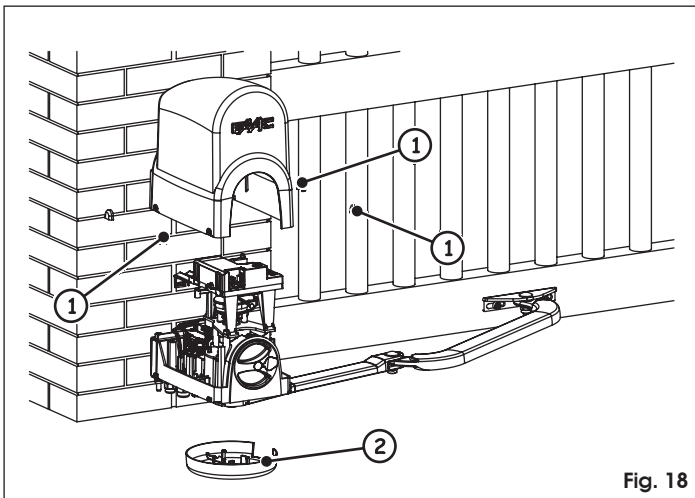

Fig. 18
- Coloque de nuevo el cárter superior, apriete los tornillos de fijación y coloque los cuatro tapones fig. 18 ref. ①.
- Coloque el cárter inferior tal y como se muestra en la fig. 18 ref. ②.